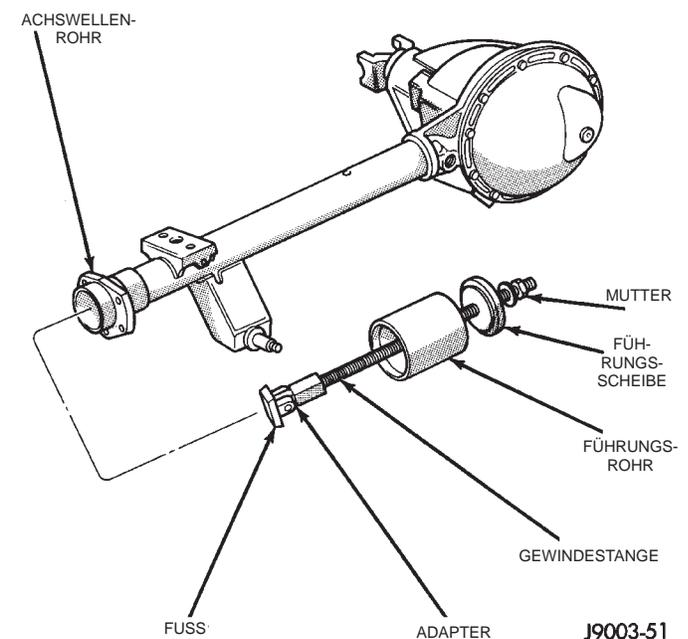

Abb. 21 Lager der Achswelle ausbauen
(3) Das Lager der Achswelle mit Werkzeugsatz 6310 unter Verwendung des Adapters 6310-5 aus dem Achsrohr ausbauen (Abb. 21).